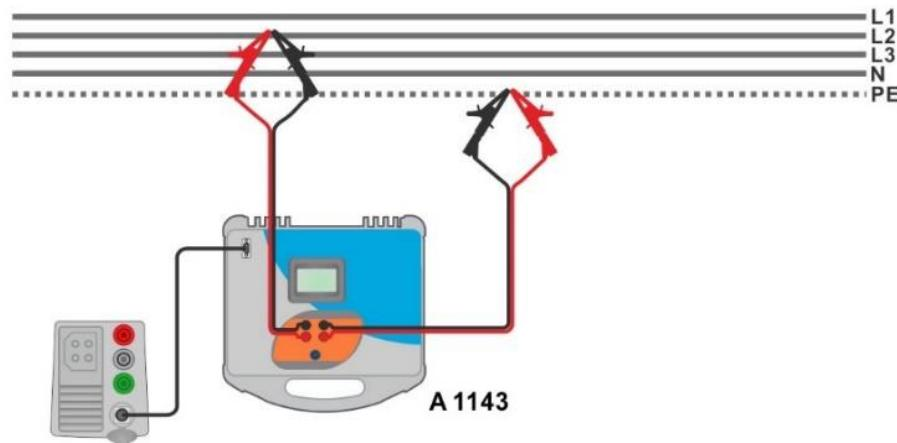
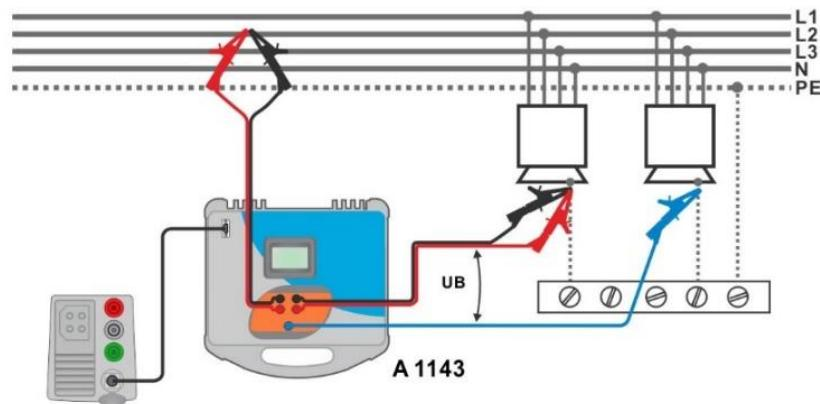

Fig. 4.51: Høj præcisions loopimpedans måling – Forbindelse til A 1143
Fig. 4.52: Kontaktspændings måling – Forbindelse til A 1143
- Forbind testledningerne til objektet der skal testes, se **Fig. 4.51** og **Fig. 4.52**.